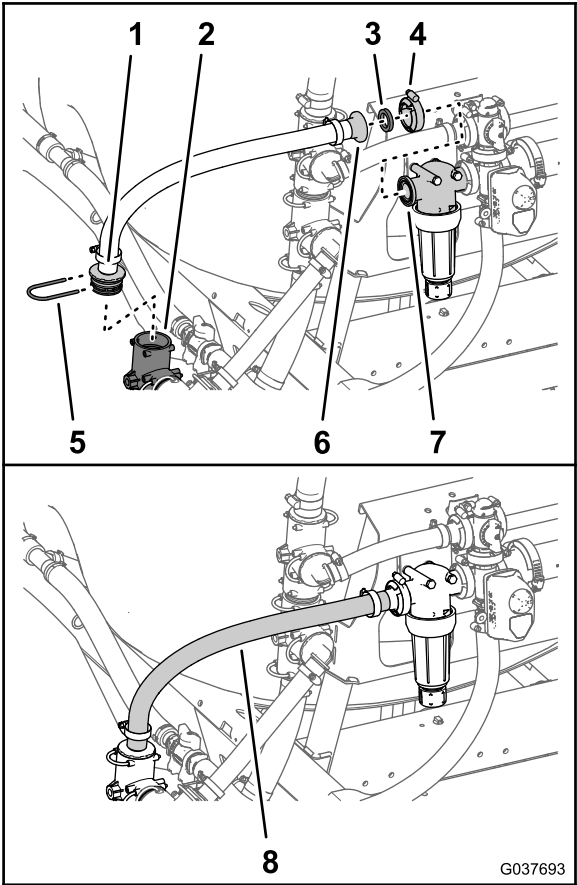

图60
1. 使用在 拆下搅拌旁通和打药车供水软管 \(页码 14\) 的步骤 5 中卸下的卡环将歧管供水软管的直通宝塔接头安装到打药车泵的 T 形接头上 图60。
2. 用法兰夹具4064mm将歧管供水软管的宝塔凸缘接头和垫片25 x 35mm固定到滤头的法兰上 图60。